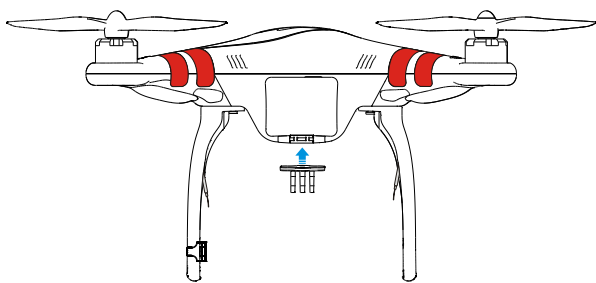

图 2
2. (图 2) 安装连接件到飞行器上。
2. (图 2) 安装相机到相机座内，注意不要装反。